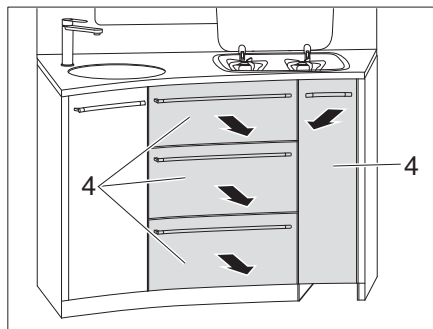

Bild 111 Ta ut kökslådor
- Ta ut kökslådor (Bild 111,4).